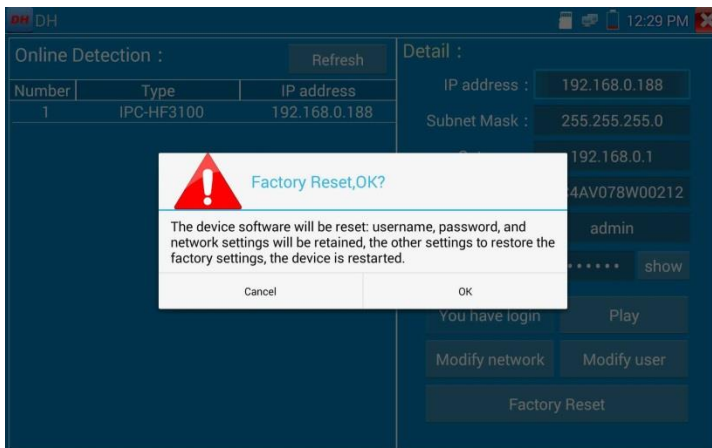

Рис. 120 Сброс к заводским настройкам
6. Для сброса настроек видекамеры к заводским воспользуйтесь кнопкой «Сброс к заводским настройкам» (Factory Reset) рис. 120